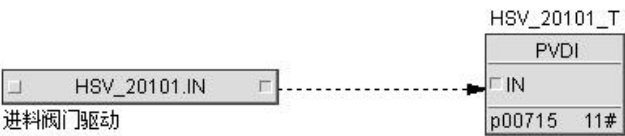

图 2.1.4.阀门打开次数程序搭建
- 如果用户需求为简单的上跳次数的统计可以使用 PVDI 功能块，可以免去自定义变量的定义，详细程序搭建如下图 2.1.4 所示：